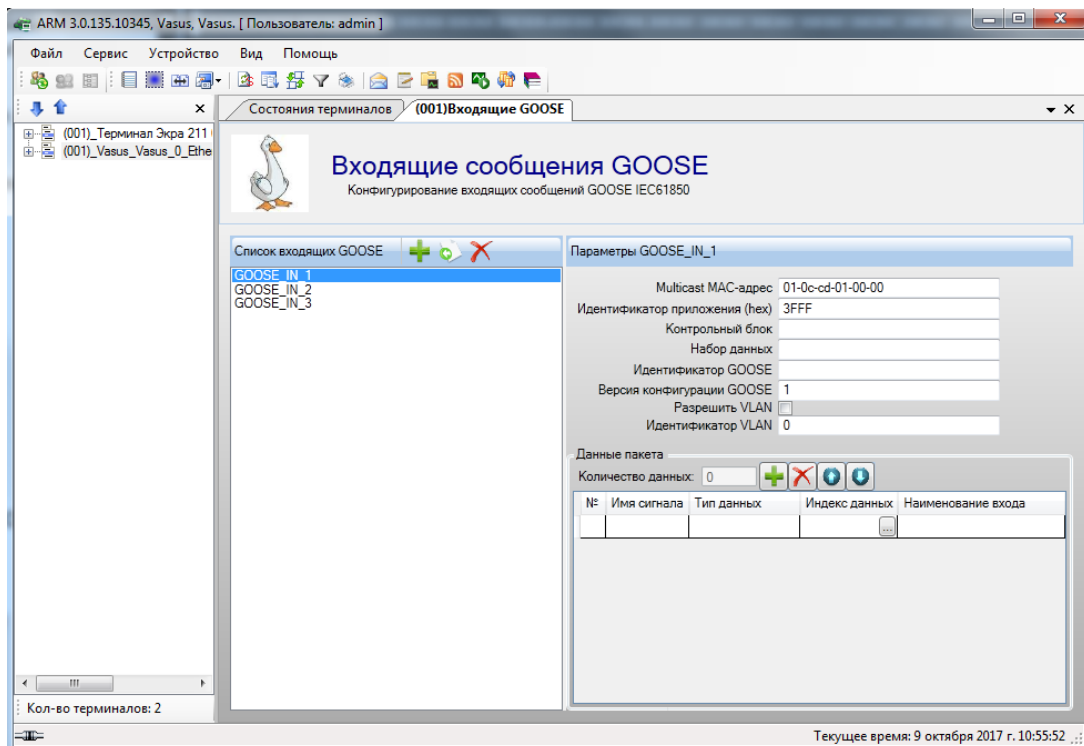

Рисунок 7.11
2) в разделе **IEC61850** → **Входящие GOOSE** задать параметры получаемых GOOSE сообщений: по одному блоку IEC 61850_GOOSE_IN на каждую рассылку (рисунок 7.11). Для выбора индекса данных необходимо вызвать диалоговое окно (рисунок 7.12). Максимальное количество входящих GOOSE сообщений достигает тридцати двух.